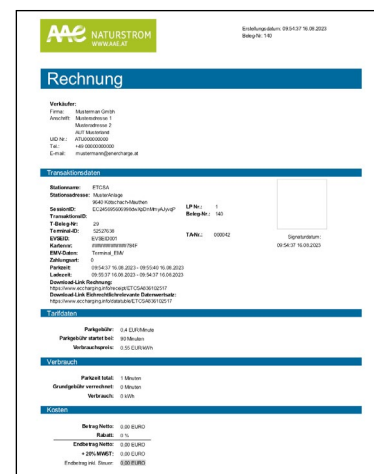

Abb. 46: Beleg Ladevorgang
- Siehe für Abb. 46 Beispiel-Beleg.